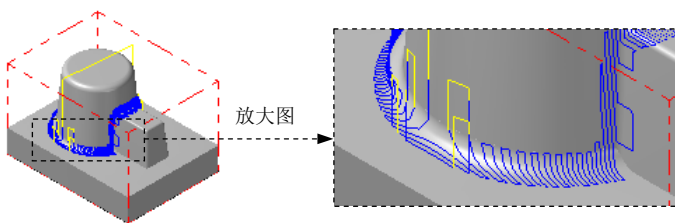

图 11.8.5 刀具路径
(2) 设置切削间距。在 残料清角精加工参数 选项卡的大切削间距(M) 文本框中输入值 0.5。
(3) 设置切削方式。在 残料清角精加工参数 选项卡的切削方式 下拉列表中选择双向 选项。
(4) 完成参数设置。对话框中的其他参数保持系统默认设置值，单击“曲面精加工残料清角”对话框中的 按钮，同时在图形区生成图 11.8.5 所示的刀具路径。
(1) 在“操作管理器”中单击 刀具路径 - 259.4K - ROUGH_POCKET.NC - 程序号码 0 节点，系统弹出的“路径模拟”对话框及“路径模拟控制”操控板。
(2) 在“路径模拟控制”操控板中单击 按钮，系统将开始对刀具路径进行模拟，结果与图 11.8.5 所示的刀具路径相同，在“路径模拟”对话框中单击 按钮。